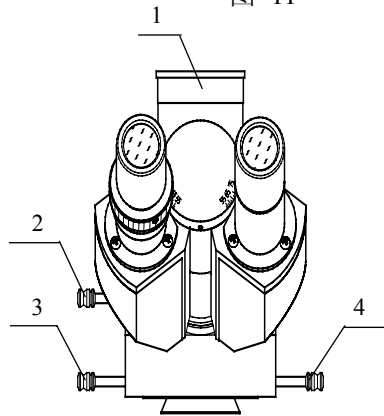

图 12
- 7) 检偏振片推杆连接整个检偏振座。推动带绿色环的推杆（图 12），仪器处于偏光观察工作状态。转动起偏振器时(图 7)，通过目镜观察明暗变化，可达到正交状态。